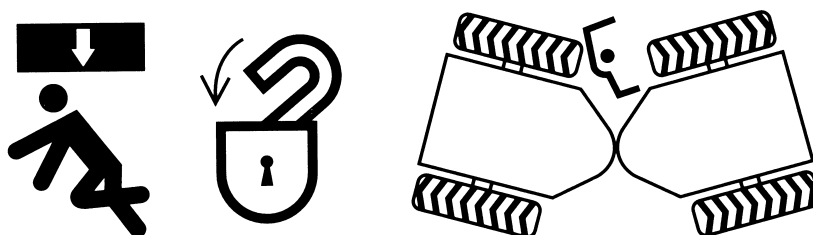

Рис. 1-52
- Запрещается входить или вложить руки или другие любые части тела в подвижные агрегаты, например, в место между рабочими устройствами и цилиндрами, в место между машиной и рабочими устройствами, шарнирное место передней рамы и задней рамы. С движением рабочих устройств пространство на месте рычажного механизма увеличивается или уменьшается. Приближение может вызвать серьезную аварию или ранение человек. При необходимости входа между вращающимися агрегатами необходимо сначала выключить двигатель, и застопорить рабочие устройства и переднюю, заднюю рамы (рис. 1-52).